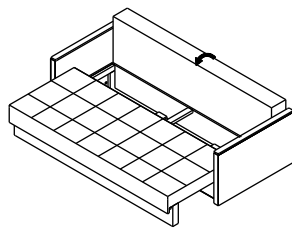

Рис. 4
- ☞ Уложите спинку на коробку повернув ее на 90°, во избежании травм используйте специальные карманы (Рис.4).